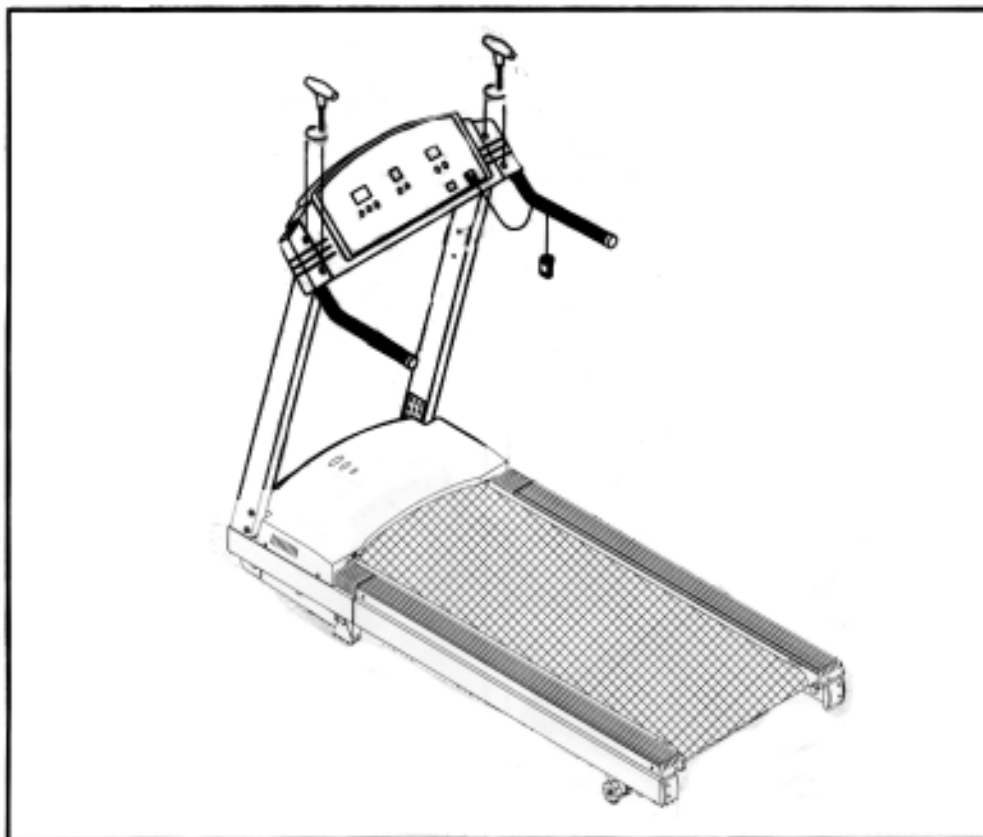

Fig.6
8. Tot slot maakt u het computerpaneel vast met vier schroeven (zie Fig. 6).